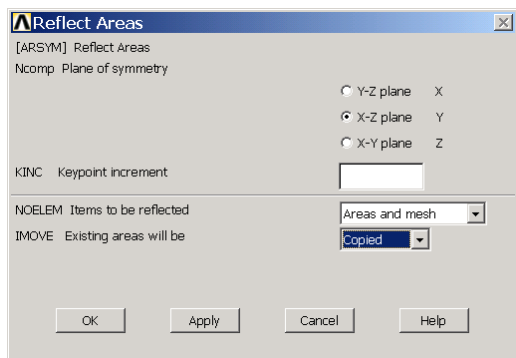

图3.82 面镜像设置
(1) 单击 Main Menu>Preprocessor>Modeling>Reflect>Areas 菜单，弹出图形拾取对话框，在图形视窗中选择所有的面，单击【OK】按钮确认。接着弹出如图 3.82 所示的设置对话框。